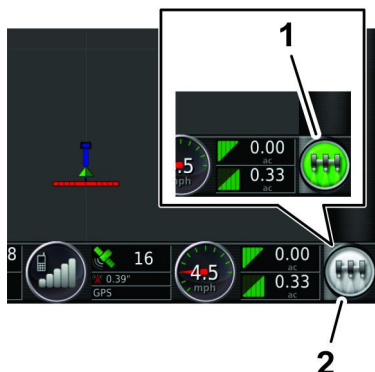

Bild 241
8. Tippen Sie auf der GeoLink-Steuerkonsole das Symbol HAUPTSCHALTER (Bild 241) in die EIN-Stellung (grün).